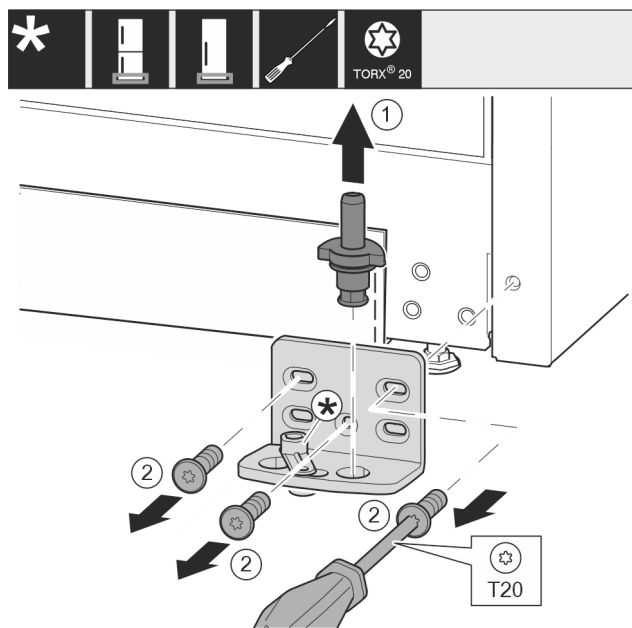

Fig. 39 *
- Izvucite svornjak ležaja Fig. 39 (1) potpuno prema gore.*
- Odvijačem odvrnite vijke Fig. 39 (2) i skinite podložak ležaja.*